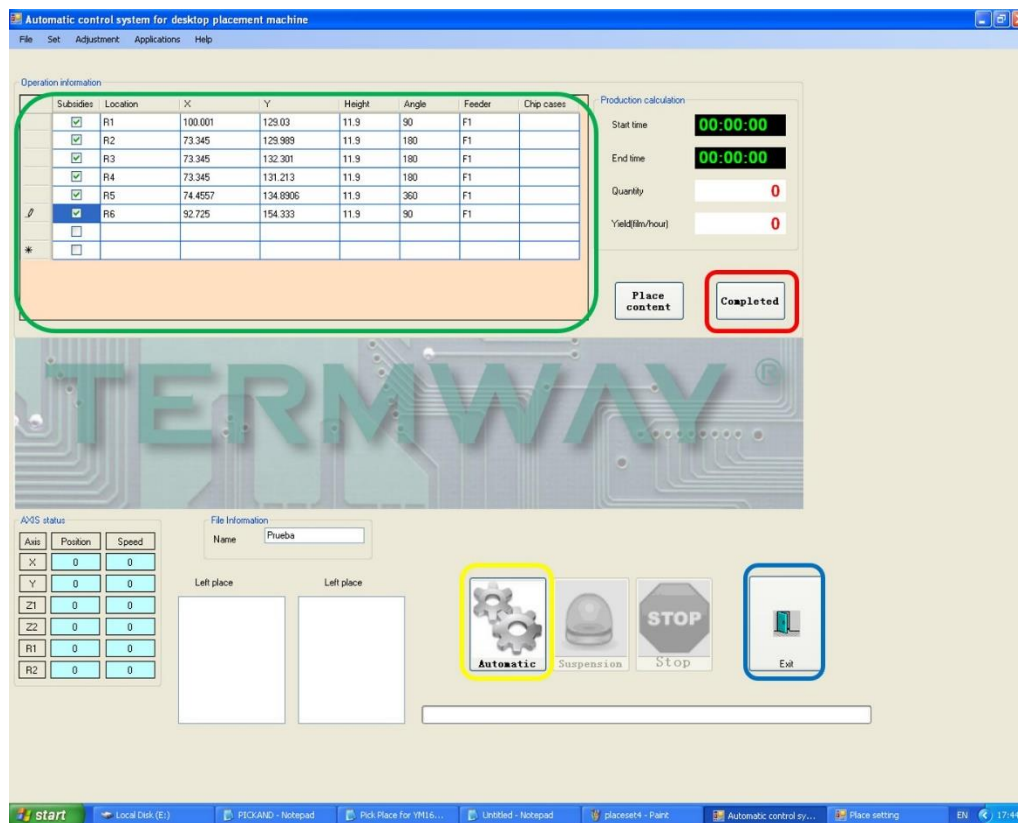

Figura 47. Ventana de principal señalando el botón **Place Content**.
28. Aparecerán los componentes con todos los datos necesarios para realizar el procedimiento como se muestra en el recuadro verde de la figura 47.